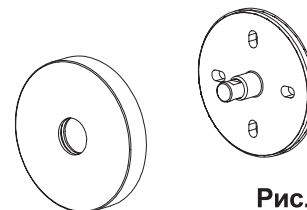

Рис. 6
5. Поверх крепежной планки установите декоративную чашку (рис. 6).